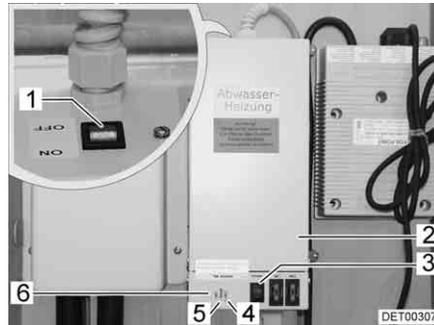

Bild 131 Trafo mit Regelgerät
Der Trafo 230 V AC/12 V DC (Bild 131,2) ist je nach Modell im Kleiderschrank oder in der Truhe der Sitzgruppe eingebaut.
- Kontroll-Leuchte (Bild 131,5) leuchtet grün: Regelung in Betrieb
- Kontroll-Leuchten (Bild 131,4 und 6) leuchten rot: Abwasserleitungen werden erwärmt
In das Gehäuse ist ein Prüftaster (Bild 131,3) integriert, mit dem das Regelgerät kurzzeitig in Betrieb genommen werden kann. Durch Drücken des Prüftasters lässt sich die Funktion der Erwärmung testen, auch wenn die Umgebungstemperatur über 5 °C liegt.
- Schalter (Bild 131,1) am Trafo (Bild 131,2) auf "ON" stellen.
- Schalter (Bild 131,1) am Trafo (Bild 131,2) auf "OFF" stellen.